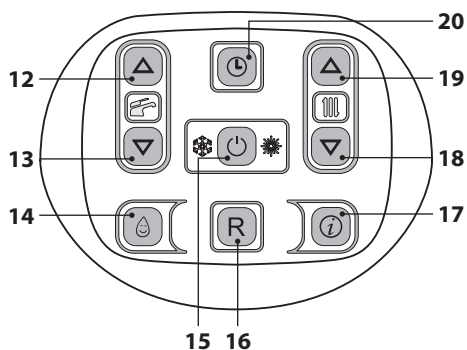
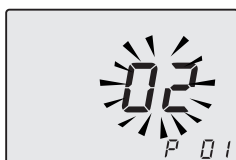

Figura 8.3
Figura 8.4
- Entre en la "modalidad de programación" pulsando simultáneamente durante 10 segundos los botones 15 - 18 - 19 (Figura 8.3) hasta que aparezcan en el display LCD las letras **P01** y el valor del parámetro, que indican que se ha entrado en el "parámetro 01" (Figura 8.4).
- Pulsando el botón 15 (Figura 8.3) se confirma el valor introducido.